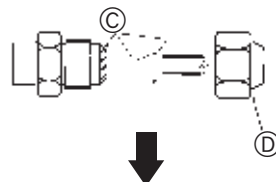

Fig. 7-2
- ⓐ Нанесите охлаждающее масло на всю (Fig. 7-2) поверхность развальцованного места.